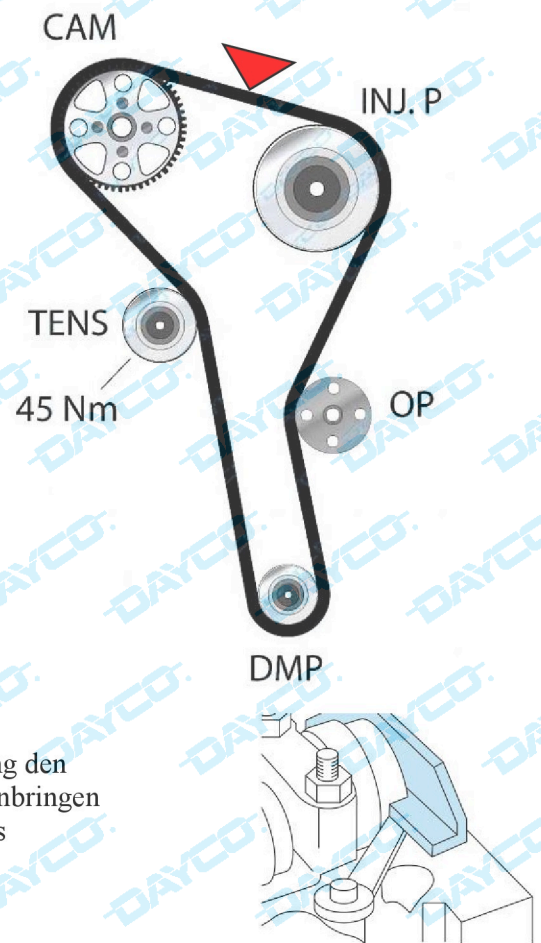

Abb. 1
- Die Blockierstange (VAG Nr. 2065A) muss perfekt positioniert sein / Abb. 1).